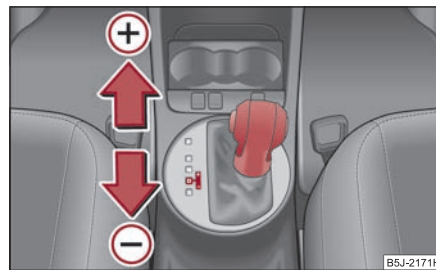

Fig. 131 Selector: selectarea manuală a vitezelor
- Apăsați scurt selectorul (în poziție tiptronic) spre față pe ⇒ **fig. 131**